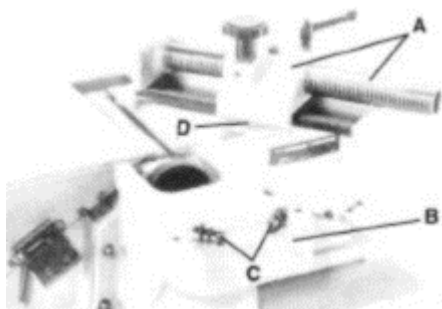

Рис. 13 Сборка узла каретки ограждения
1. Совместите два штифта (А), Рис. 13, на монтажном кронштейне (С) с двумя отверстиями (В) в задней части фуговального станка (D).
1. Закрепите узел каретки ограждения (А), Рис. 13, на ограждении шкива фрезерной головки/монтажном кронштейне каретки (В) с помощью винтов с головкой под шестигранник М8 х 20 мм, стопорных шайб и плоских шайб (С) через отверстия в узле каретки ограждения, одно из которых показано как (D).